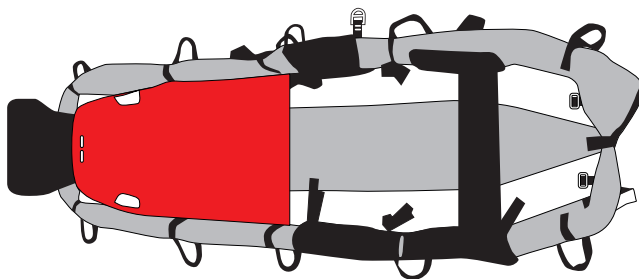

Fig.40
e) piegare la tavola (fig. 40)